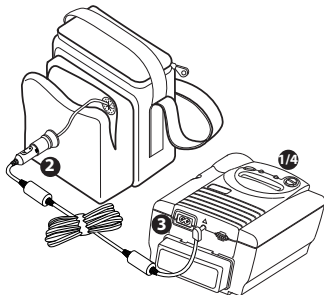

Abbildung 5: Anschließen des Gleichstromkabels
2. Stecken Sie das Adapterende des Gleichstromkabels in die Buchse des Akkus. Siehe Abbildung 5.